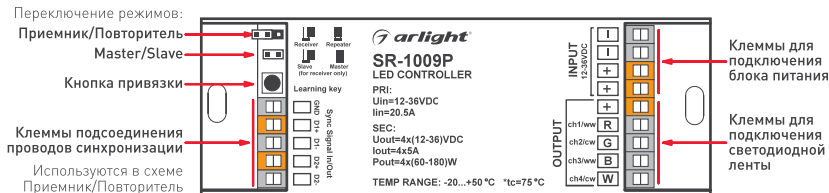

Рис. 1. Органы подключения и управления.
- Нажмите кнопку привязки на контроллере Learning Key (см. Рис.1).